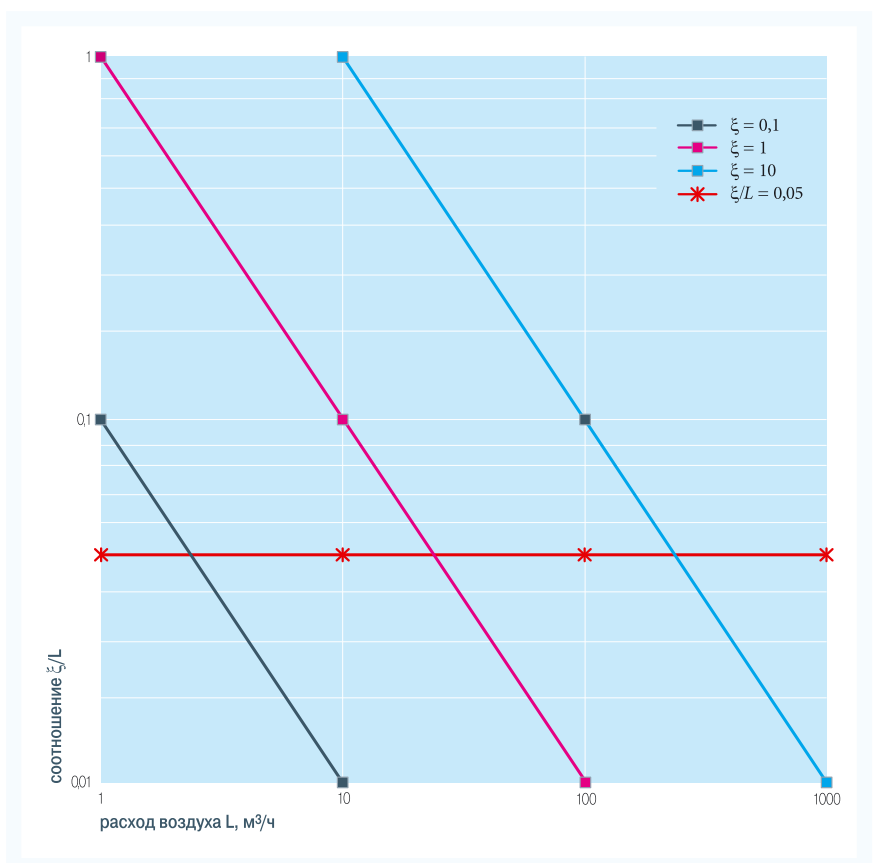

Рис. 1. Номограмма для определения  $\xi/L$
Оценим возможность применения квадратичного закона сопротивления, допуская погрешность оценки ΔP не более 5%. Тогда второе слагаемое в скобках правой части уравнения (9) не должно превышать 0,05. По номограмме (рис. 1) этому условию будут соответствовать значения расходов воздуха L > 2 м³/с при ξ = 0,1; L > 20 м³/с при ξ = 1 и L > 200 м³/с при ξ = 10. То есть с уменьшением соотношения линейной и квадратичной составляющих аэродинамического сопротивления область возможной аппроксимации закона сопротивления квадратичным выражением расширяется. Аналогичные выкладки для линейного закона сопротивления дают выражение: